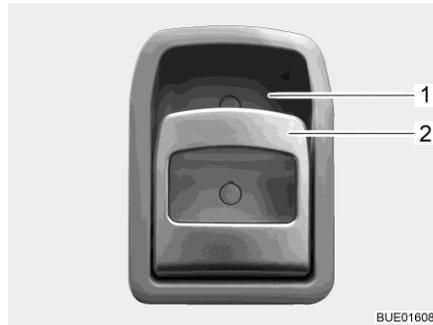

Bild 54 Türschloss (Eingangstür innen)
- Öffnen:** ■ Am Griff (Bild 54,2) ziehen. Das Türschloss wird entriegelt bzw. geöffnet.
- Verriegeln:** ■ Griff (Bild 54,2) oben in Richtung Griffschale (Bild 54,1) drücken. Das Türschloss wird verriegelt.